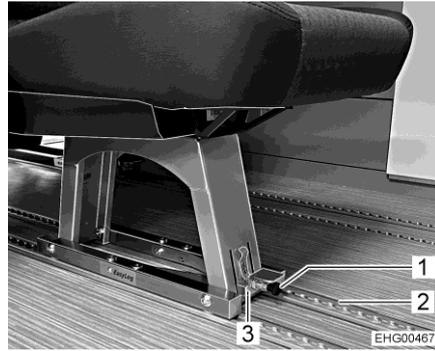

Fig. 6 Sedile singolo (bloccato)
- Tirare in avanti la maniglia nera (Fig. 6,1).
- Tirare verso l'alto la staffa di metallo (Fig. 6,3).
Il sedile singolo/doppio può essere spostato sulle rotaie (Fig. 6,2) o essere rimosso dalle stesse.